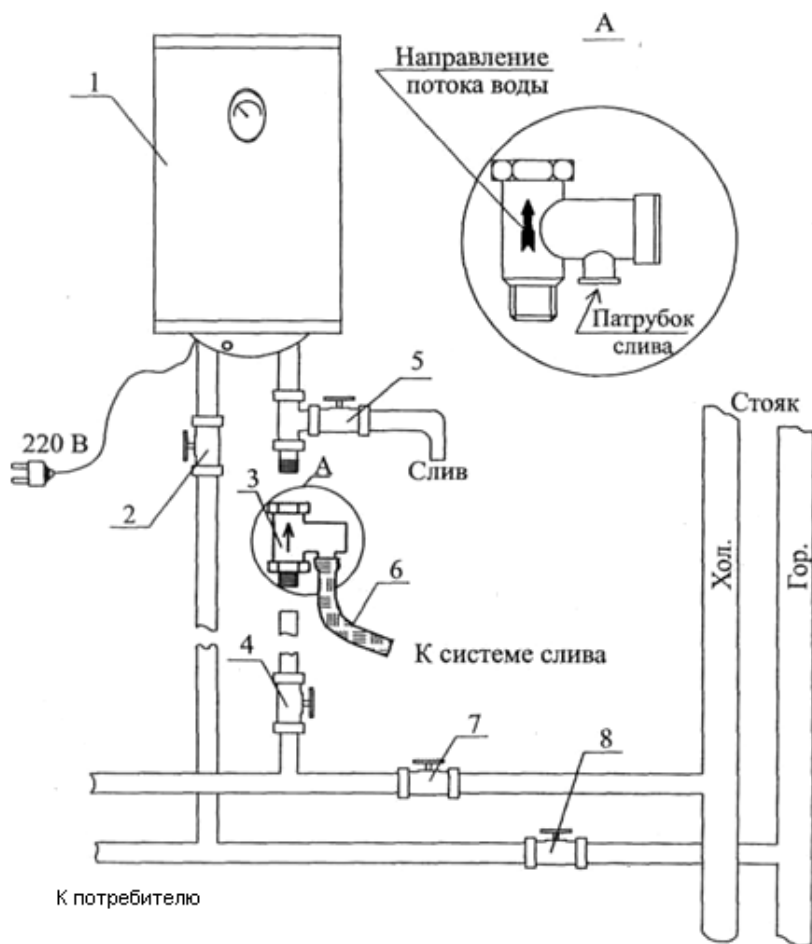

Рисунок 4 – Схема подключения к водопроводной сети
- Водонагреватель следует заполнить водопроводной водой. Подключение к водопроводной системе (рисунок 4) проводить при помощи труб (гибких шлангов) и штуцеров-переходников с резьбой трубной 1/2дюйма, предварительно перекрыв подачу воды.
Внимание! Если водонагреватель не будет использоваться в течение зимнего периода (например, на даче) то, во избежание замерзания воды в водонагревателе, следует слить из его ёмкости всю воду через сливной кран 5, рис.4, предварительно отключив водонагреватель от электросети.